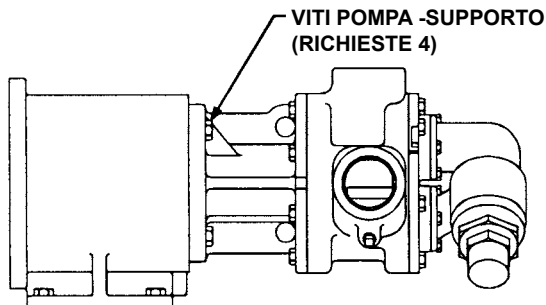

FIGURA 17
- Sostenere la pompa dalla testa ed assicurare il supporto dell'accoppiamento per evitare che si ribalti quando viene attaccata la pompa. Utilizzando il serbatoio come guida, far scivolare il gruppo della pompa fino al supporto dell'accoppiamento attraverso l'apertura più piccola. Fermare con i quattro bulloni da 0.5". **Vedere Figura 17.**